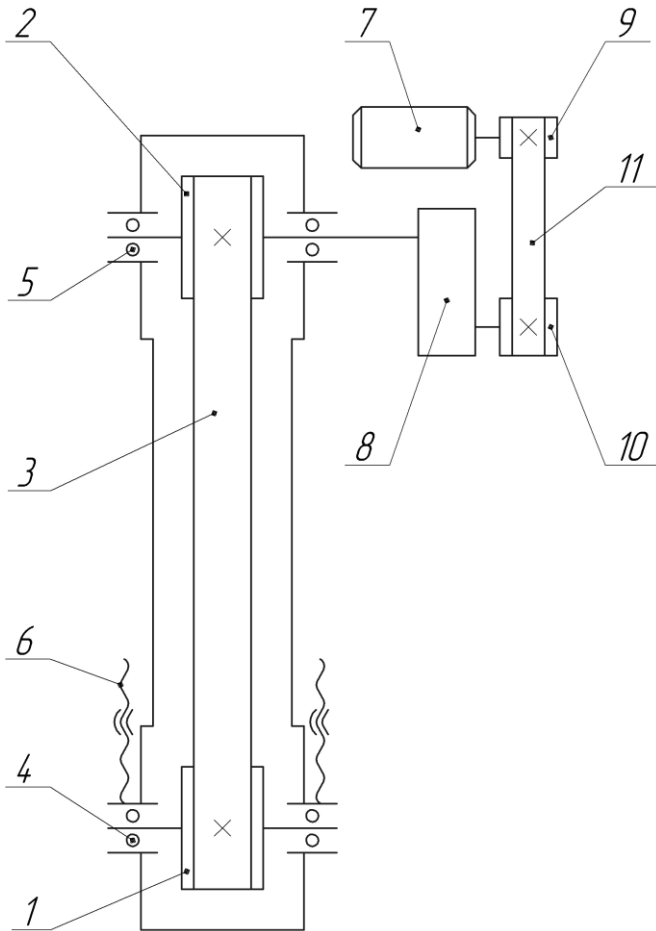

Рис.16 Схема кинематическая
Кинематическую схему нории и схему расположения подшипниковых узлов см. рис.16.
- 5) проверить наличие смазки в подшипниковых узлах и необходимый уровень масла в редукторе. Место расположения подшипниковых узлов см. схему на рис.16;